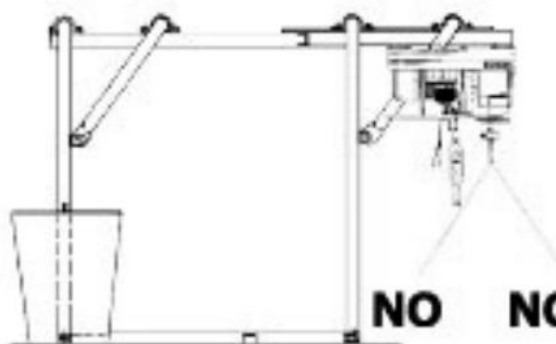

FIG. 11 — Tiro oblicuo: prohibido
- 5) Evite absolutamente utilizar el elevador para tirar oblicuamente del cable respecto a la vertical (FIG. 11).